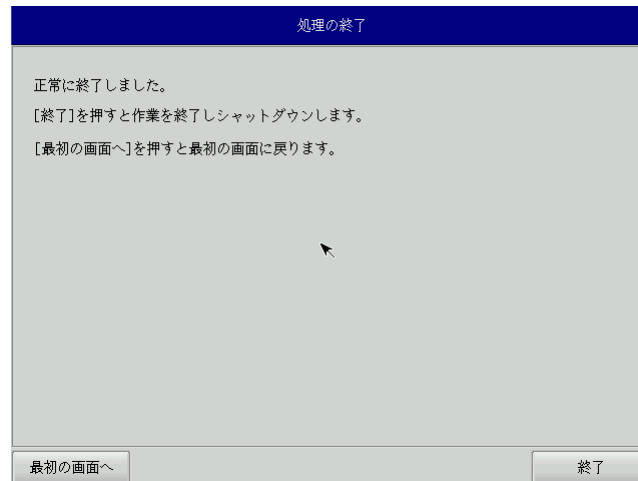

図 6-4-6. 終了画面
- ⑪ 終了画面（図 6-4-6）が表示されるとシステム復旧作業は完了です。[終了]ボタンを押して電源を落とし、DVD ドライブ、保存メディアを外します。